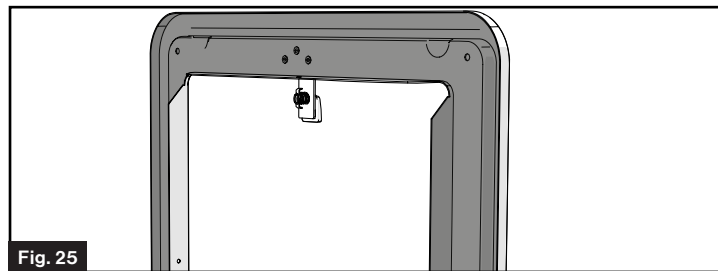

Fig. 25
3. Appliquez un matériau d'étanchéité adéquat, par exemple du ruban butyle ou de la mousse d'étanchéité (largeur recommandée) : 1 po, non fourni), sur toute la face arrière du cadre de la porte, les zones de rebord et les trous. (Fig. 25)